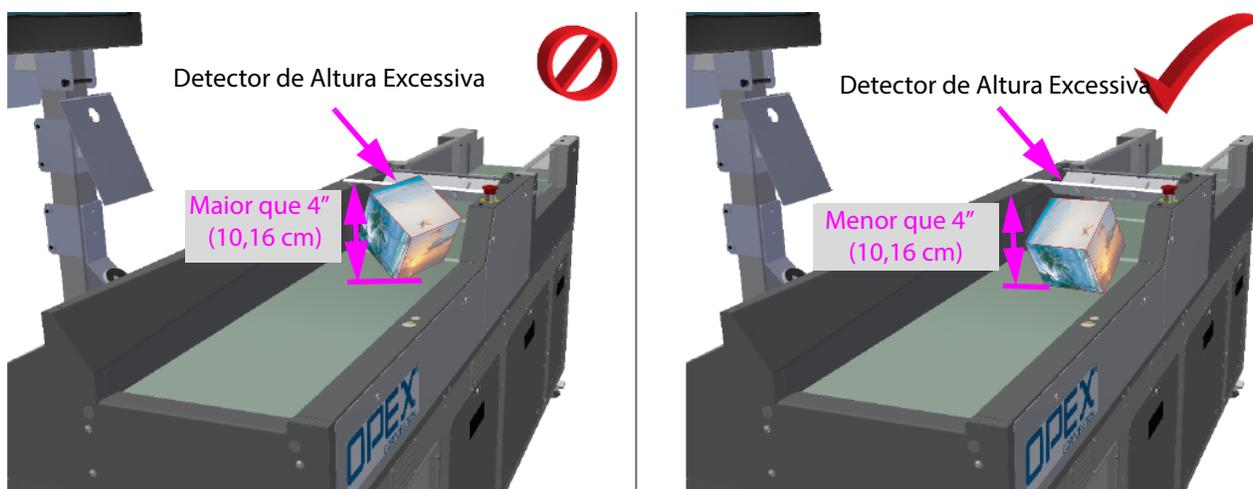
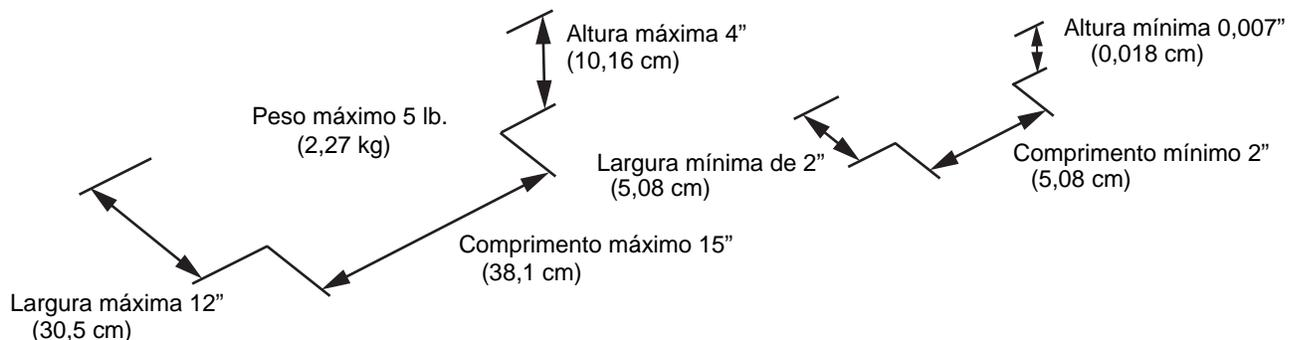

Figura 4-24: Rotacionando Item Que É Muito alto
Figura 4-29: Limites de Especificação
Somente se as limitações especificadas do item não forem excedidas conforme definido na Figura 4-29 na página 148, o item pode ser rotacionado para que seja somente um pouco menor do que as 4 polegadas para retomar a execução (consulte Figura 4-24 na página 143).
1. Certifique-se de que as limitações especificadas não sejam excedidas (consulte Figura 4-29 na página 148).
Nota: Certifique-se de que as limitações especificadas do item não sejam excedidas, conforme definido na Figura 4-29 na página 148